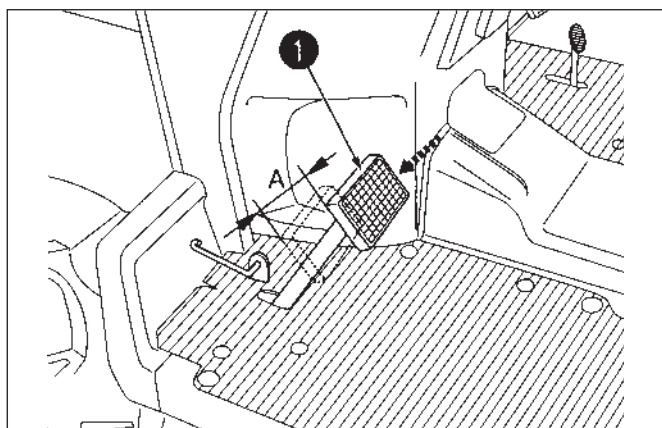

FIG. 6-35
FIG. 6-35: Contrôlez régulièrement la garde d'embrayage et réglez-la si nécessaire. La garde d'embrayage correcte (A) est de 20 à 30 mm en mesurant à l'arrière de la pédale (1) comme illustré.